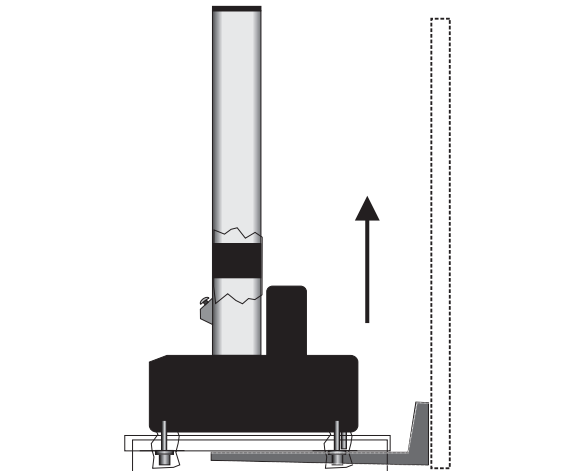

Abbildung 12. Anheben des Prüfrahmens mithilfe des Versandgestells
2. Fahren Sie mit der Gabel vorsichtig unter das Versandgestell wie in Abbildung 12 auf Seite 65 gezeigt.